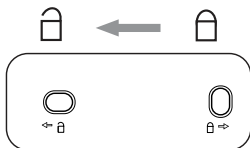

Abb. 1
- ▶ Verwenden Sie für die Montage des Senders nur die mitgelieferten Schrauben ⑮ und Dübel ⑭.
- ▶ Die mitgelieferten Dübel ⑭ sind nur für die Befestigung in Beton oder Stein geeignet. Bitte prüfen Sie unbedingt vor der Montage Ihren Montageort auf Eignung für die Dübel ⑭. Das verwendete Montagematerial muss immer für den jeweiligen Montageort geeignet sein. Ziehen Sie im Zweifelsfall einen Fachmann hinzu.
- ▶ Alternativ kann der Sender auch mit dem doppel-seitigen Klebeband ⑫ auf einer geeigneten Oberfläche (maximale Höhe 2 m) montiert werden.
- ◆ Entfernen Sie die Wandhalterung ⑩ an der Rückseite des Senders, indem Sie diese in Richtung offenes Schloss-Symbol  schieben (siehe Abb. 1).